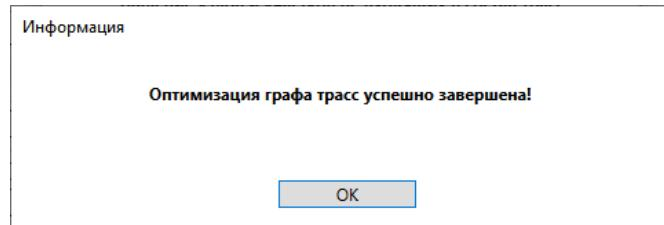

**Рисунок 14-6**
- выбрать пункт меню главного окна программы **Инструменты → Оптимизация графа трасс**, появится окно Рисунок 14-6 и нажать «Удалить»;